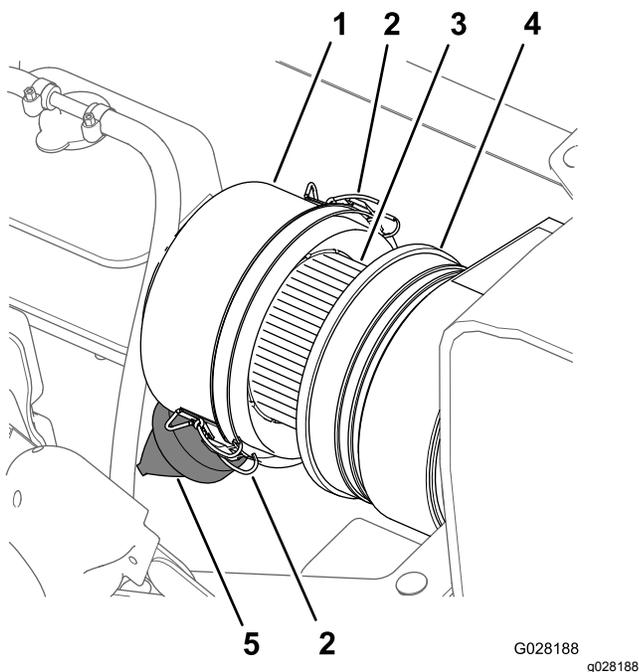
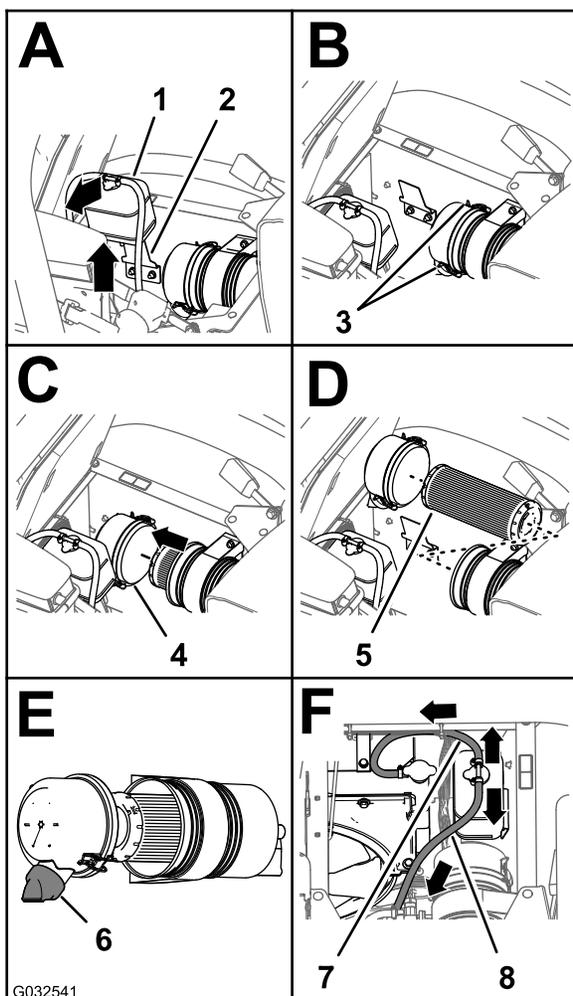

Figure 68
Figure 69
3. Nettoyez le capuchon antipoussière et le boîtier du filtre à air (Figure 68).
4. Recherchez sur le boîtier du filtre à air des dommages susceptibles d'occasionner des fuites d'air (Figure 68).
5. Pressez la valve à poussière pour éliminer les saletés, la poussière et les débris (Figure 68).
7. Vérifiez que l'élément du filtre à air ne présente pas de dépôts excessifs de poussière, saleté ou débris (Figure 68).
8. Reposez le capuchon antipoussière sur le boîtier du filtre à air et fixez-le en place avec les 2 attaches (Figure 68).
2. Nettoyez le capuchon antipoussière et le boîtier du filtre à air (Figure 68).
3. Soulevez le réservoir de trop-plein de liquide de refroidissement pour le déposer de son support (Figure 69).
- Desserrez les 2 attaches qui fixent le capuchon antipoussière sur le boîtier du filtre à air (Figure 69).
- Nettoyez l'intérieur du capuchon antipoussière, du boîtier du filtre à air et de la valve à poussière avec un chiffon humide (Figure 68 et Figure 69).
- Insérez l'élément filtrant neuf dans le boîtier du filtre à air (Figure 69).
- Reposez le couvercle sur le boîtier du filtre à air et fixez-le en place avec les 2 attaches (Figure 69).
**Remarque:** Vérifiez que la valve à poussière s'aligne bien entre les positions 5 et 7 heures vu de l'extrémité (Figure 69).
- Placez le réservoir de trop-plein du liquide de refroidissement en face de son support et fixez solidement le réservoir (Figure 69).
**Important:** Vérifiez que le flexible de décharge de pression est dirigé vers l'avant et le bas et que le flexible d'évent du réservoir est dirigé vers l'arrière, comme montré à la Figure 69.